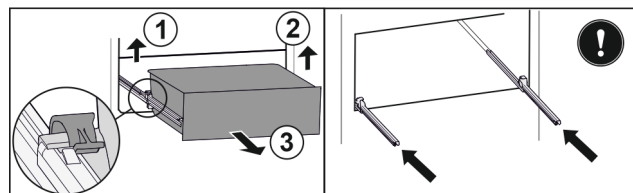

Fig. 41
- Løft den venstre klemme, og træk samtidigt skuffen i venstre side fremad. Fig. 41 (1)
- Løft den højre klemme, og træk samtidigt skuffen i højre side fremad. Fig. 41 (2)
- Tag skuffen ud herefter. Fig. 41 (3)